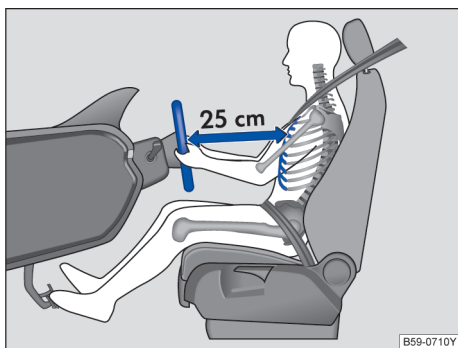

图 24 驾驶员与方向盘之间至少保持为 25 cm 的距离
- 调节方向盘，使驾驶员胸部与方向盘之间至少保持 25 cm 的距离→图 24。